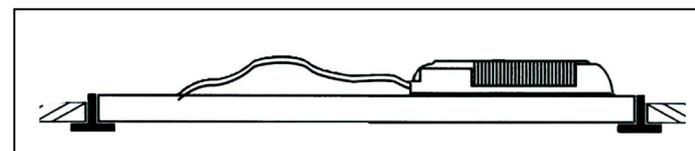
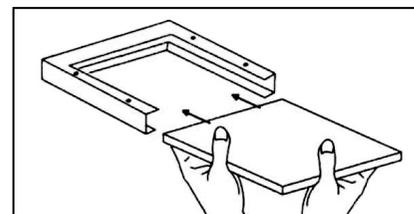

Рис. 2
Рис. 3
- 5.8 Конструкцией осветительного прибора предусматриваются следующие способы монтажа: подвесной с помощью тросов (рис. 1), встраиваемый (на Т-профиль) (рис. 2) и накладной с помощью рамки CP 10 SMB 600x600 (рис. 3).
- 5.11 Накладной способ монтажа (рис. 3):